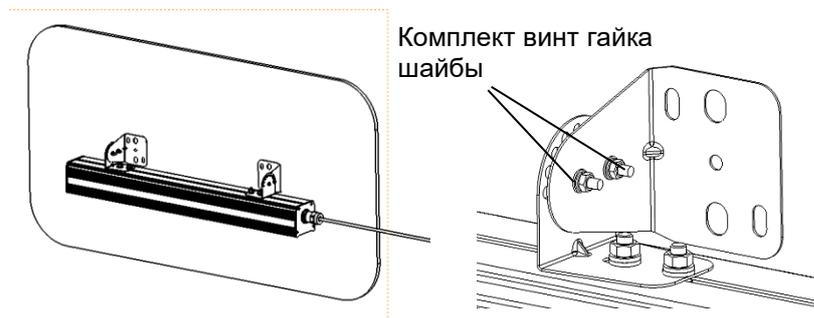

Рис. 5
3.2 Установите светильник в скобы. И затяните ввинты (рис. 5).